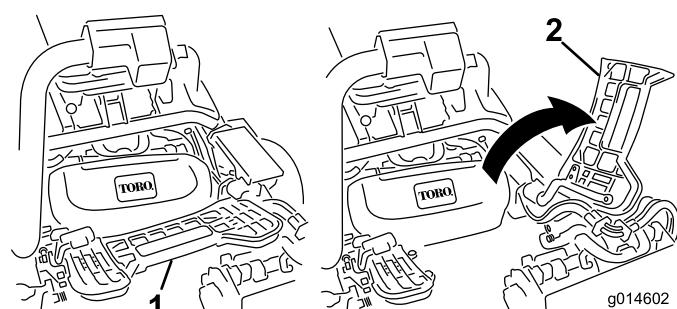

Figura 32
- Eleve o apoio de pé e incline-o para aberto, permitindo o acesso à posição da unidade de corte central (Figura 32).